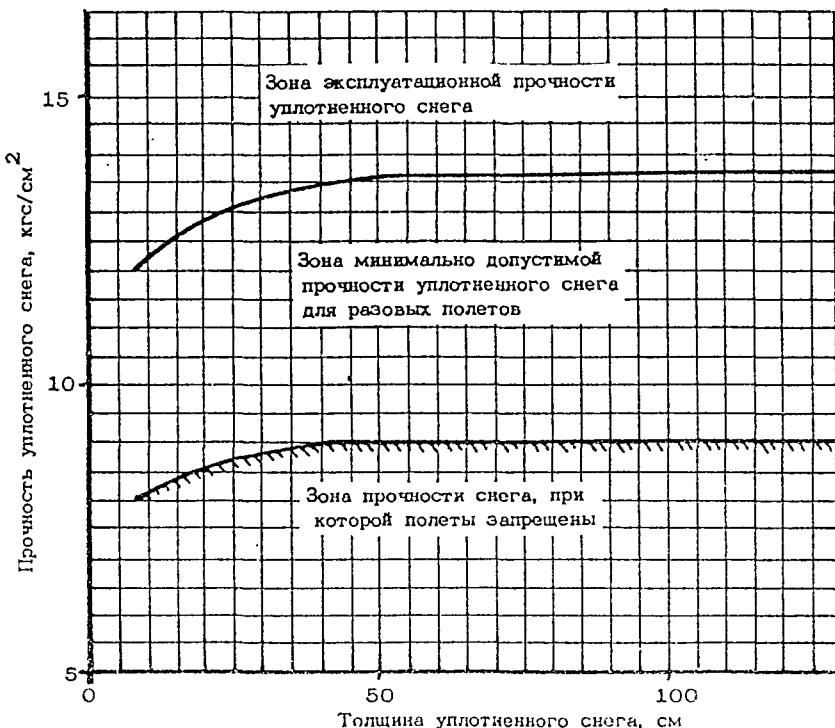

РИС. 2. ЭКСПЛУАТАЦИОННАЯ ПРОЧНОСТЬ СНЕЖНОГО ПОКРОВА
- снежная ВПП с толщиной уплотненного снега не менее 6 см и температурой снега не выше минус 5°C при эксплуатационной прочности снега в соответствии с данными рис. 2 (в том числе покрытая слоем свежевыпавшего снега не более 150 мм) для масс до $34,8 \text{ т}$ и увеличенной прочностью снежного покрова на $1 \text{ кгс}/\text{см}^2$ для масс более $34,8 \text{ т}$.
ПРИМЕЧАНИЕ. Разрешаются разовые полеты при минимально допустимой прочности снежного покрова в соответствии с данными рис. 2 (в том числе покрытая слоем свежевыпавшего снега не более 10 мм);